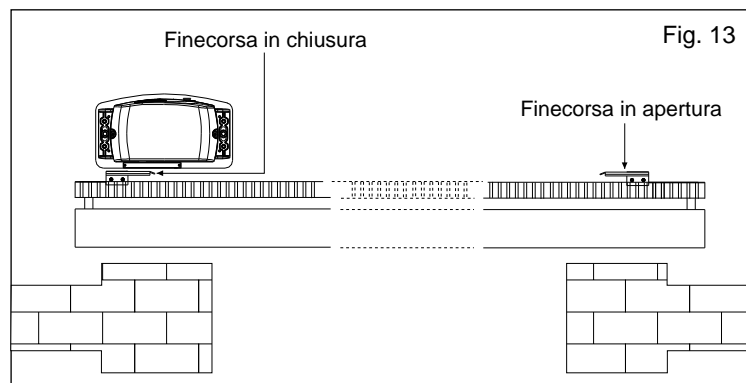

Fig. 13
**7.1.** Per installare e regolare i finecorsa in apertura, seguire le istruzioni sotto riportate (Fig. 13):
**7.2.** Per installare e regolare i finecorsa in chiusura, seguire le istruzioni sotto riportate (Fig. 13):